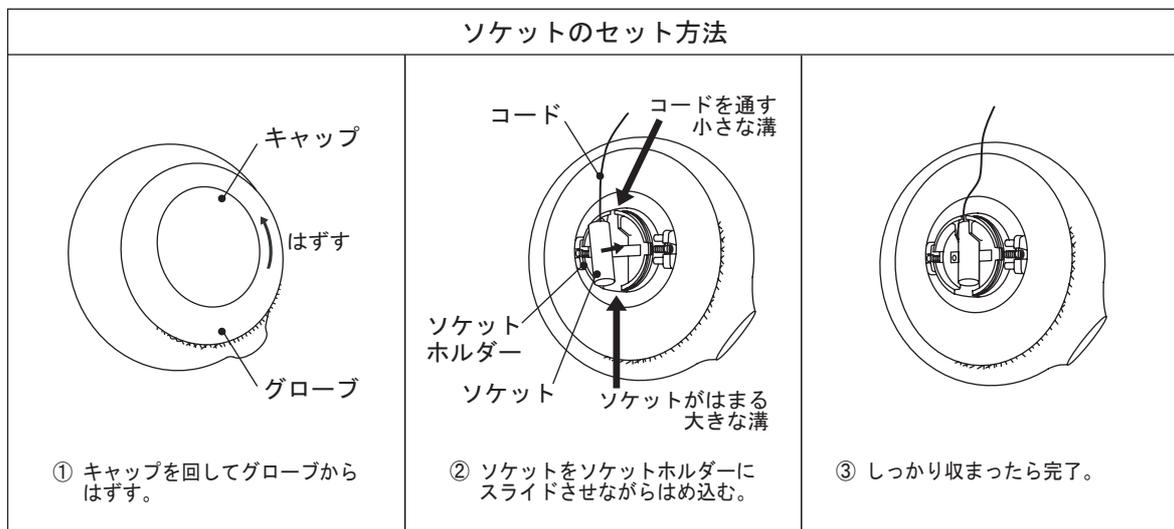

図 6
① 銅線の先端にある 2 本のピンをソケットの穴に合わせ、真っ直ぐに奥までさし込んでください。(図 6 参照)